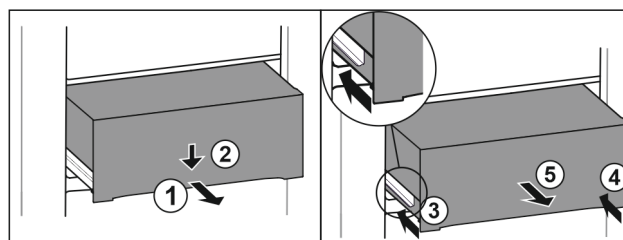

Fig. 111
- Tirer le tiroir jusqu'à mi-chemin. Fig. 111 (1)
- Appuyer sur l'avant du tiroir vers le bas. Fig. 111 (2)
- Insérer le rail gauche d'env. 2 cm (13/16 in). Fig. 111 (3)
- Insérer le rail droit d'env. 2 cm (13/16 in). Fig. 111 (4)
- Retirer le tiroir par l'avant. Fig. 111 (5)